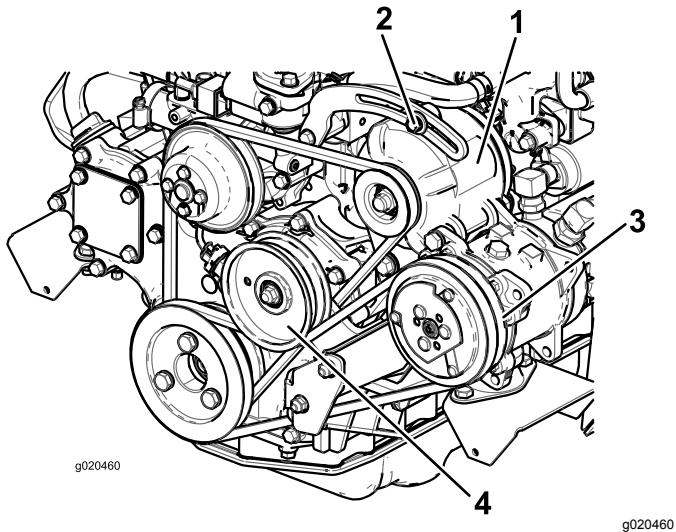

Figura 101
Se la flessione non è di 10 mm, allentate i bulloni di fissaggio dell'alternatore (Figura 101).
2. Se la flessione non è di 10 mm, allentate il bullone di fissaggio della puleggia tendicinghia (Figura 101). Aumentate o riducete la tensione della cinghia del compressore e serrate il bullone. Controllate di nuovo l'inflessione della cinghia per accettare che sia esatta.
Controllate lo stato e la tensione della cinghia (Figura 101) ogni 100 ore di servizio.